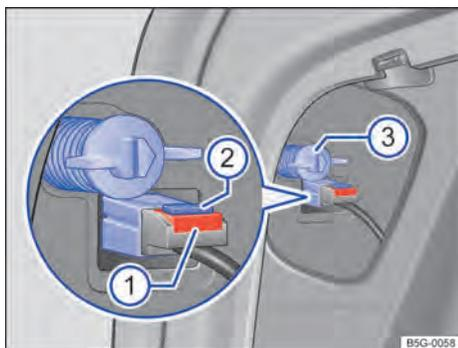

Fig. 202 Lateralmente no compartimento de bagagem: remover a lanterna traseira.
4. Retirar o fusível → Fig. 202 ①. Pressionar o bloqueio → Fig. 202 ④ do conector e retirar o conector.
5. Remover o parafuso de fixação com a mão → Fig. 202 ③.
12. Segurar a lanterna traseira na posição de instalação com uma das mãos e apertar o parafuso de fixação com a outra mão → Fig. 202 ③.
14. Encaixar o conector no suporte da lâmpada e introduzir o fusível → Fig. 202 ①.